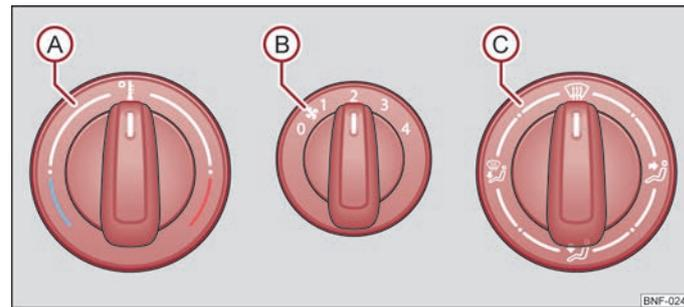

Fig. 55 Riscaldamento: Comandi
- Ruotare la manopola ① → fig. 55 in senso orario per aumentare la temperatura.
- Ruotare la manopola ① in senso antiorario per diminuire la temperatura.
- Elementi di comando A, B, C ⇒ fig. 55.